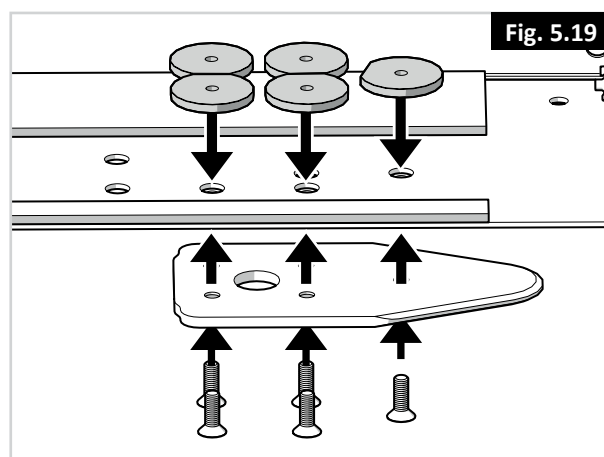

Fig. 5.19
9. Prenda os cinco parafusos juntamente com o(s) espaçador(es) de plástico (para evitar que as baterias toquem nas porcas) e com a placa de fixação na parte inferior da caixa do chassis. Binários de aperto: 16-18 Nm/13,3 lb.ft (Fig. 5.19).